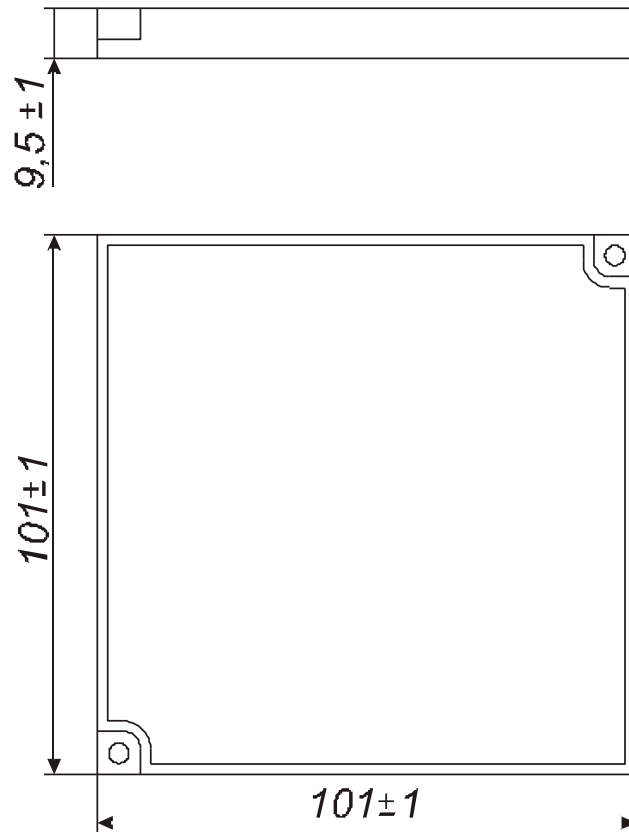

Fig. 8 Riflettore prismatico E39-R8
- con riflettore prismatico E39-R8 (Fig. 8)	5 m-50 m